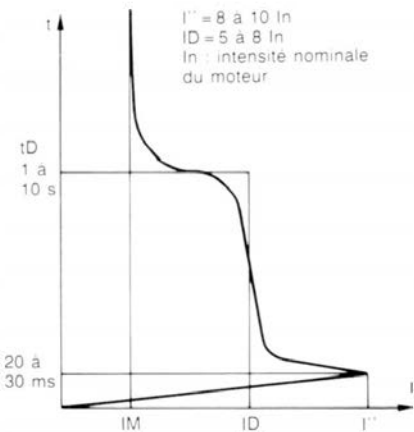

Fig. 1
- courant absorbé au démarrage important (voir Fig. 1),